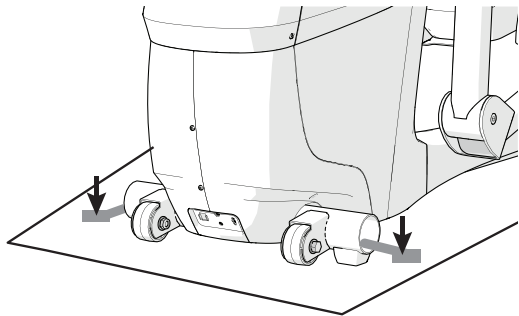

Рисунок 8
1. Удалите и утилизируйте два крепления, удерживающие трубу передней рамы тренажера АМТ на транспортном поддоне (см. рисунок 8).